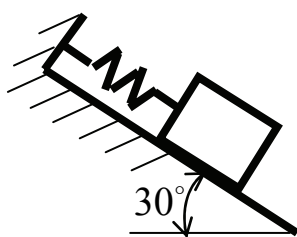

Рис. 9
2. Тело массой  $m = 0,1$  кг подвешено к концу нерастянутой пружины (рис. 9) и отпущено без начальной скорости. Определить работу